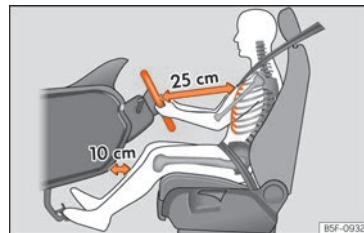

Fig. 15 Distanța corectă dintre șofer și volan trebuie să fie de cel puțin 25 cm (10 inch).
- Reglați volanul astfel încât să existe o distanță de cel puțin 25 cm (10 inch) față de stern » » fig. 15 și să îl puteți ține cu ambele mâini de părțile laterale exterioare, cu brațele ușor flexate.